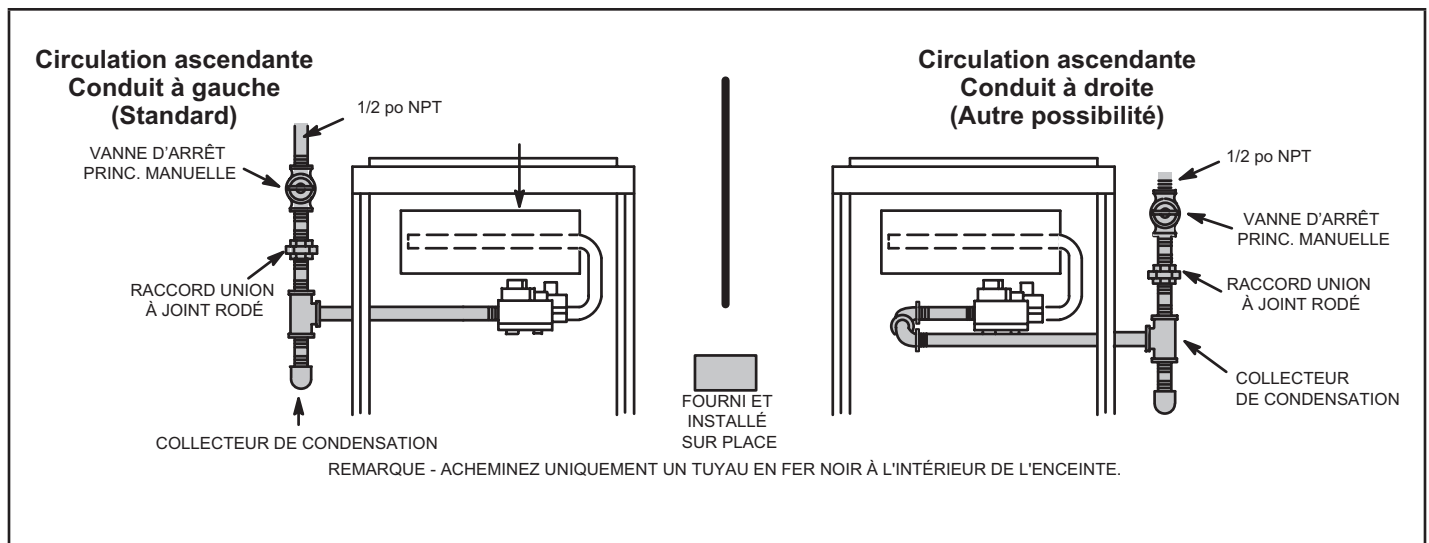
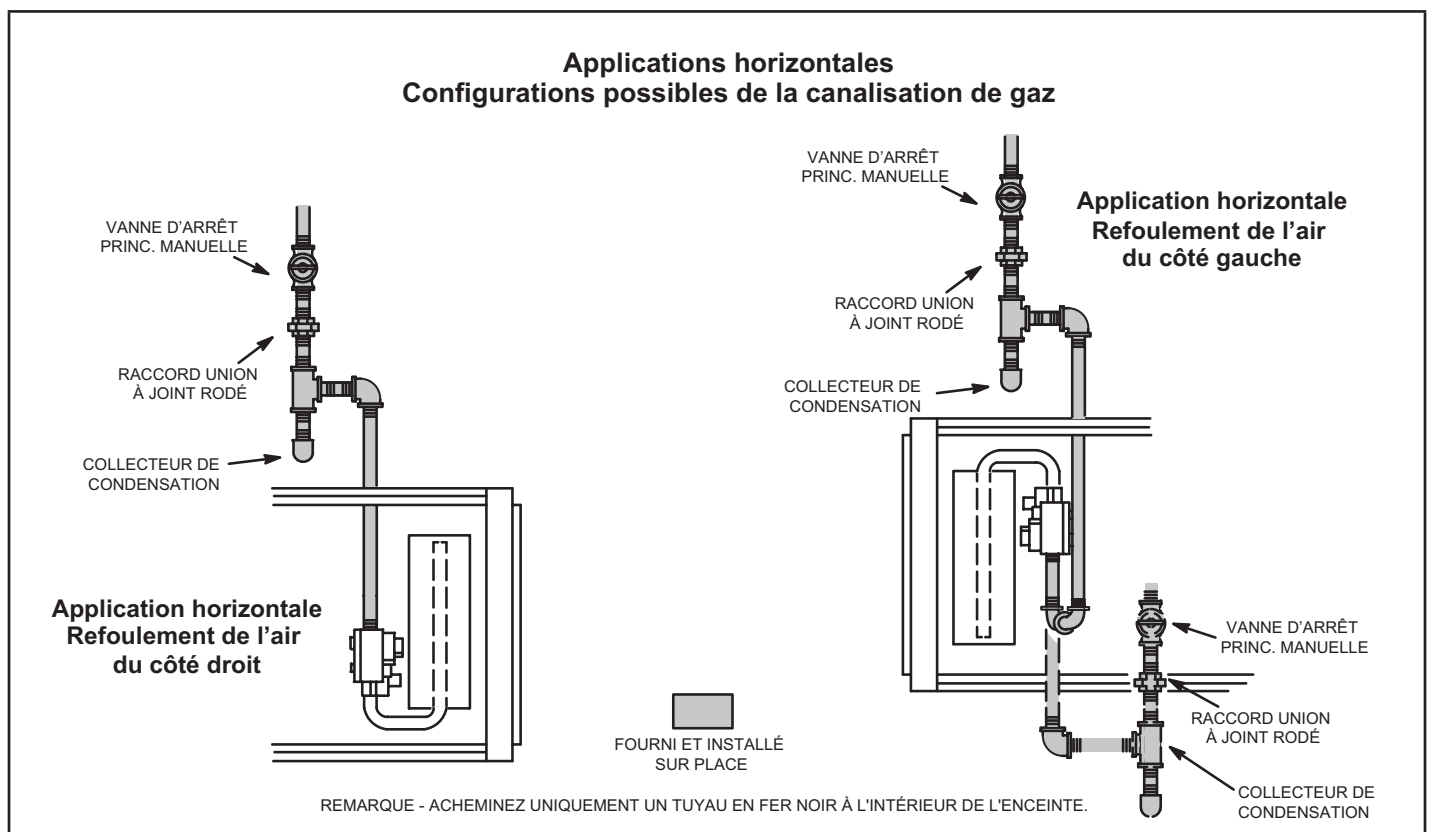

FIGURE 56
FIGURE 57
- 1 - La canalisation de gaz peut pénétrer dans l'unité par le côté droit ou le côté gauche. La canalisation d'alimentation entre dans la vanne de gaz par le côté de la vanne, comme illustré à la FIGURE 56. Connectez la canalisation de gaz sur la vanne. La canalisation de gaz doit être serrée à un couple minimum de 350 lb-po et un maximum de 800 lb-po sur la vanne de gaz.
- 3 - La canalisation de gaz ne doit pas traverser les conduits d'air, les chutes à linge sale, les cheminées ou conduits d'évacuation des gaz, les monte-plats ou les cages d'ascenseur. Centrez la canalisation de gaz dans l'ouverture. La canalisation de gaz ne doit pas toucher le côté de l'unité. Reportez-vous à la FIGURE 56 et à la FIGURE 57.